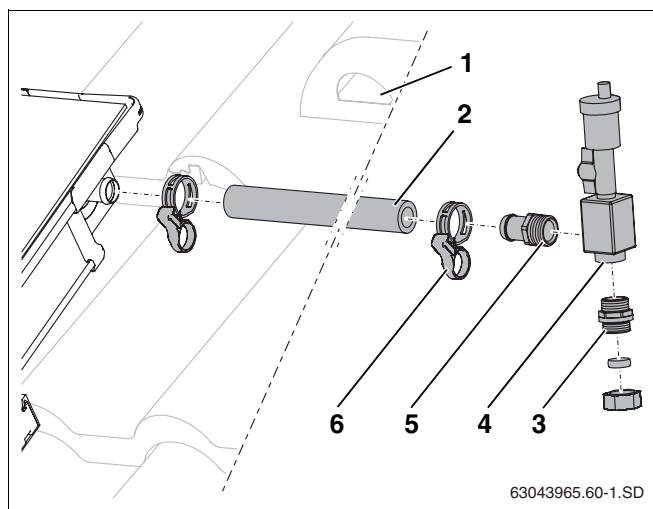

Fig. 56 Montage du tube solaire au raccordement de départ
- Glisser le tube solaire long (1000 mm, fig. 56, **pos. 2**) sur le raccordement de départ du champ de capteurs et fixer avec la bride du compensateur.
- Faire passer le tube solaire avec le câble de sonde par la tuile de ventilation (fig. 56, **pos. 1**) et l'isolation du toit.
- Visser à fond l'embout de tuyauterie R $\frac{3}{4}$  avec joint torique (fig. 56, **pos. 5**) et l'embout double avec joint torique (fig. 56, **pos. 3**) dans le pot de purge (fig. 56, **pos. 4**).
- Insérer l'embout de tuyauterie jusqu'à la butée sur le tube solaire et fixer avec la bride du compensateur (fig. 56, **pos. 6**).
- Raccorder le tube collecteur au raccord-union par anneau de serrage (fig. 56, **pos. 3**).